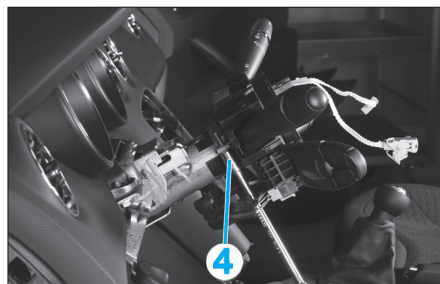

Fig. 5
- Desserrer la vis (4) du collier de serrage (Fig.5).